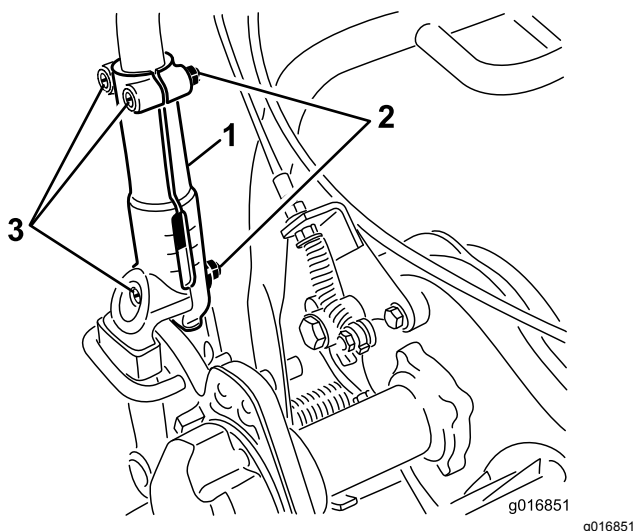

Figura 26
1. Allentate i 3 bulloni a testa tonda e i dadi che fissano ogni lato della stegola ai relativi morsetti (Figura 26).